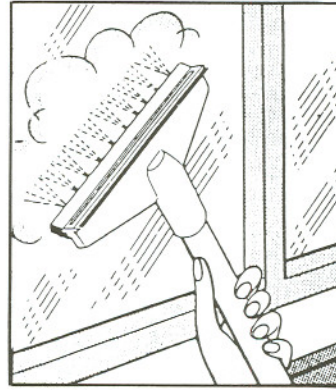

Fig. 6
Fixez l'accessoire raclette à vitres (4) et grâce à son aide embuez la vitre puis passez la raclette (fig.6)